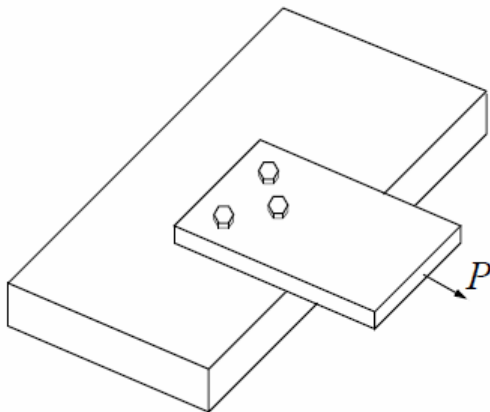

Figura 2.7
2.2.1 A placa da Figura 2.7 é fixada a uma base de madeira por meio de três parafusos de diâmetro 22mm. Calcular a tensão média de corte nos parafusos para uma carga $P=120$ kN.